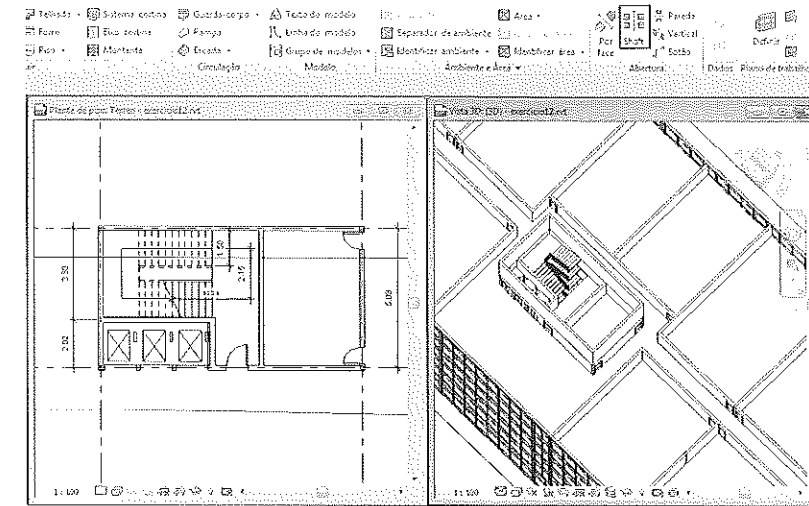

Figura A.90 – Vista do térreo e 3D.
2. Com a vista do pavimento térreo ativa e a vista 3D em outra janela, Figura A.90, selecione **Shaft** na aba **Arquitetura**.